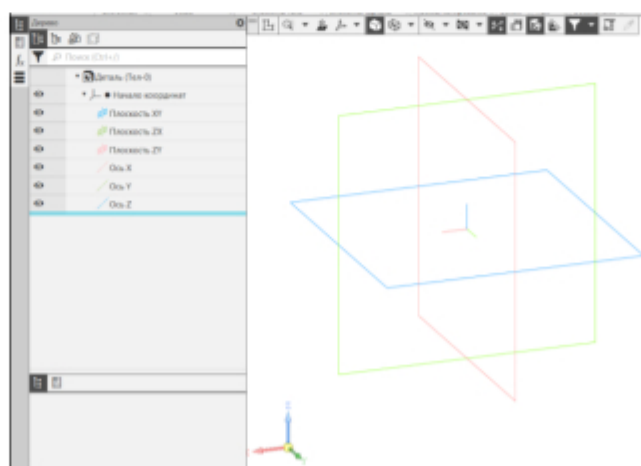

Рис. 7 Область построений с плоскостями и осями проекций
**Графическая область документа** – область построений электронных документов (рис. 7).